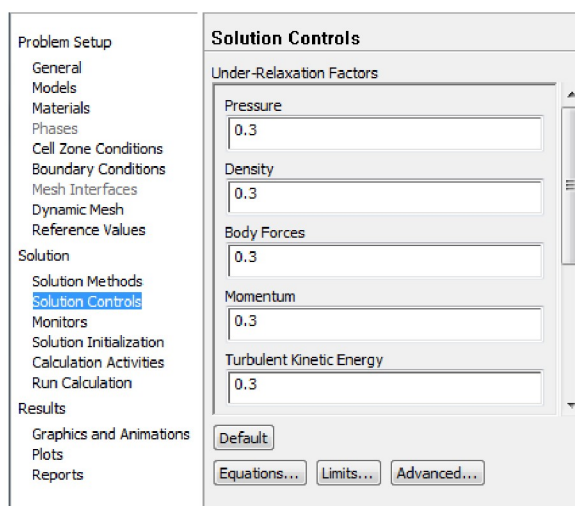

Рисунок 105 – Меню установки подрелаксационных коэффициентов
14. Установка подрелаксационных коэффициентов (рисунок 105).